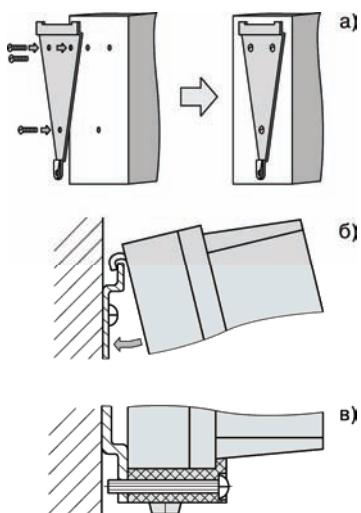

Рис. 6.1. Установка прибора в корпусе настенного крепления
1. Закрепите кронштейн тремя винтами M4 на поверхности, предназначенный для установки прибора (см. прил. А и **рис. 6.1, а**).
2. Зацепите крепежный уголок на задней стенке прибора за верхнюю кромку кронштейна (**рис. 6.1, б**).
3. Прикрепите прибор к кронштейну винтом M4×35 из комплекта поставки (**рис. 6.1, в**).